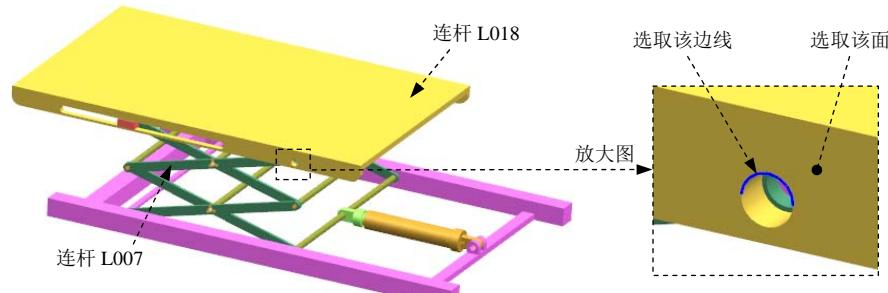

图 10.5.21 定义旋转副（十）
(1) 定义运动副类型。在“运动副”对话框 **定义** 选项卡的 **类型** 下拉列表中选择 **旋转副** 选项。
(2) 选择连杆。在运动导航器中将连杆 L018 取消隐藏，选取图 10.5.21 所示的连杆 L007。
(3) 定义原点及矢量。在“运动副”对话框的 **指定原点** 下拉列表中选取“圆弧中心”**◎** 选项，在模型中选取图 10.5.21 所示的圆弧为定位原点参照；选取图 10.5.21 所示的面作为矢量参考面。
(4) 添加啮合连杆。在“运动副”对话框的基本区域中选中 **啮合连杆** 复选框，单击 **选择连杆 (O)**，选取图 10.5.21 所示的连杆 L018。
(5) 定义啮合连杆原点及矢量。在“运动副”对话框基本区域的 **指定原点** 下拉列表中选取“圆弧中心”**◎** 选项，在模型中选取图 10.5.21 所示的圆弧为定位原点参照；选取图 10.5.21 所示的面作为矢量参考面。
- (6) 单击 **应用** 按钮，完成第十三个运动副的添加。